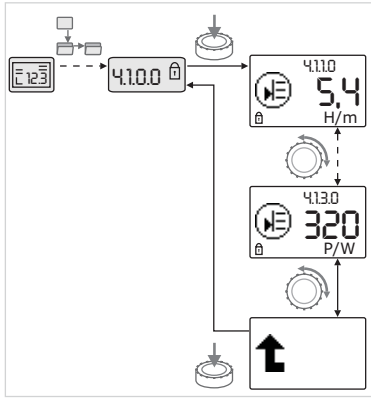

Рис. 36: Вызов информации
- Вращая красную кнопку, можно управлять элементами меню типа «Информация» текущего подменю (см. рис. 36). Пояснения настроек, представляемых символами, см. в таблице в главе 8.7 «Указатель элементов меню» на стр. 187.